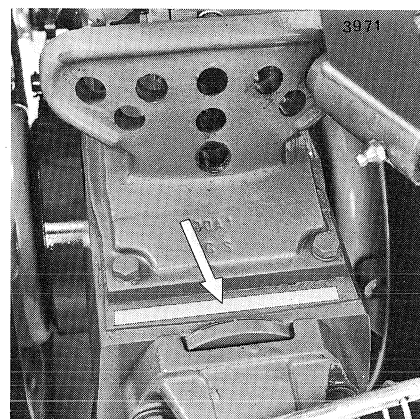

Fig. 1 - Identificazione motocoltivatore: Modello, Serie e Numero.
N.B. - La sigla del modello, la serie e il numero del motocoltivatore si trovano stampigliati sull'apposita targhetta metallica oppure nel punto indicato dalla freccia in fig. 1.